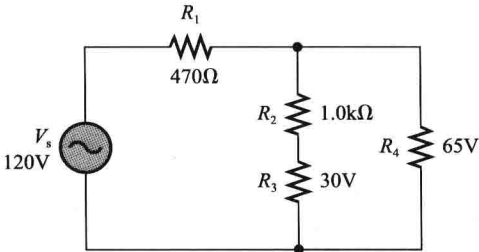

图 8-75
22. 求图 8-75 中 R_1 和 R_2 两端电压的半周期平均值，图中所示值均为有效值。